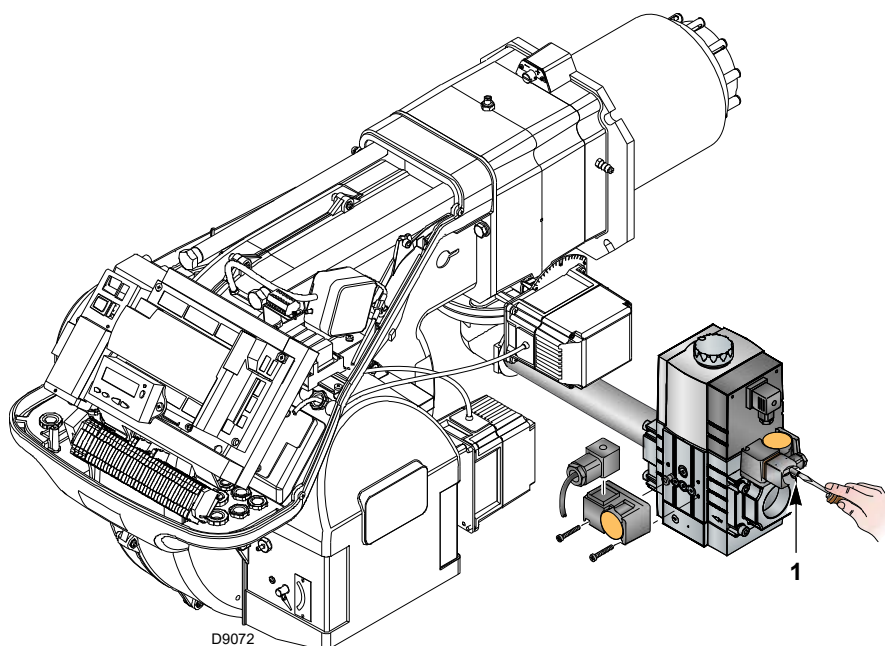

Fig. 25
- Verificați presiunea de alimentare cu gaz prin conectarea unui manometru la punctul de priză de presiune 1)(Fig. 25) al presostatului de presiune minimă a gazului: aceasta trebuie să fie mai mică decât presiunea maximă admisibilă a rampei de gaz indicată pe plăcuța indicatoare.
- Evacuați aerul din conducta rampei de gaz prin conectarea unui tub de plastic la priză de presiune 1)(Fig. 25) a presostatului de presiune minimă a gazului. Scoateți țeava de ventilație în afara clădirii până la detectarea mirosului de gaz.